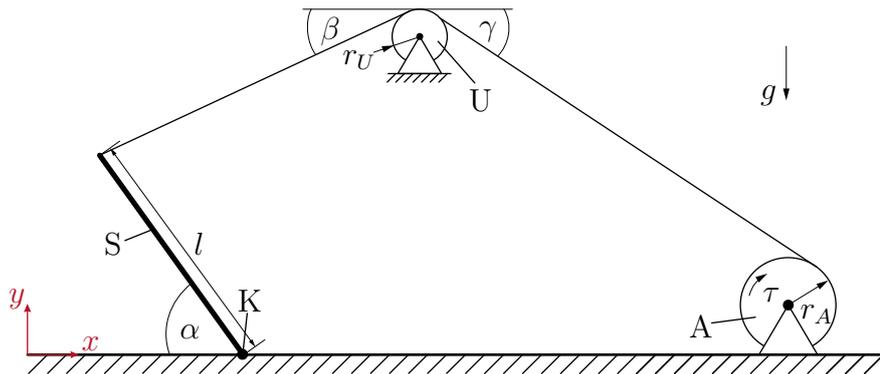

Abbildung 6: Aufstellvorrichtung.
3. Betrachtet wird die in Abbildung 6 gezeigte Vorrichtung zum Aufstellen eines homogenen schlanken Stabs S (Masse m und Länge l) über den Kipppunkt K. Dazu wird ein masseloses Seil am Balken befestigt und reibungsfrei über eine Umlenkrolle U zur Antriebsrolle A geführt. Das Seil ist fest mit der Antriebsrolle A verbunden und wird auf diese aufgewickelt. Am Kontaktpunkt K wirkt Haftreibung mit dem Koeffizienten μ_H . Sowohl die Umlenkrolle U als auch die Antriebsrolle A können als masselos und reibungsfrei angenommen werden. Die Erdbeschleunigung g wirkt in negative y -Richtung.